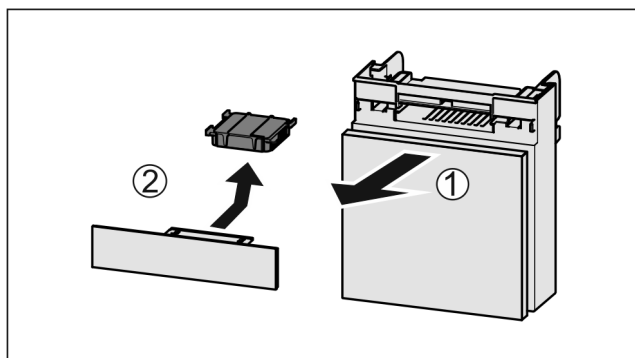

Fig. 155
- ▶ Estrarre il vano tirando in avanti Fig. 155 (1).
- ▶ Rimuovere il filtro a carboni attivi Fig. 155 (2).